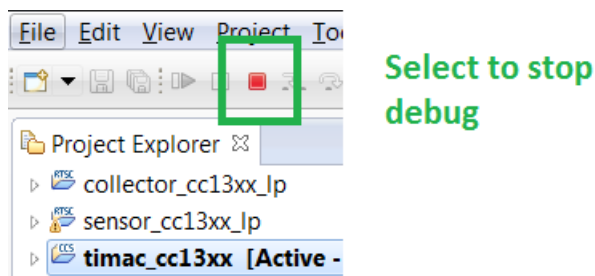

图 7. 终止调试
4. 下载完成后，随即显示以下画面。选择终止 (terminate) 选项以终止调试会话（请参见图 7），然后继续执行下一步。